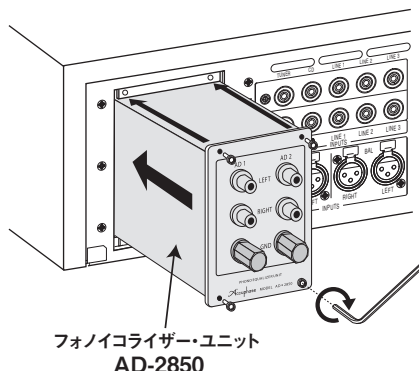

図2
- 増設するプリアンプのスロット下側2本のガイドレールに沿って、**AD-2850**を挿入(図2参照)します。コネクタに当って止まったら、少し力を入れてコネクタを完全に差し込みます。(パネル面が同一になればOKです。)